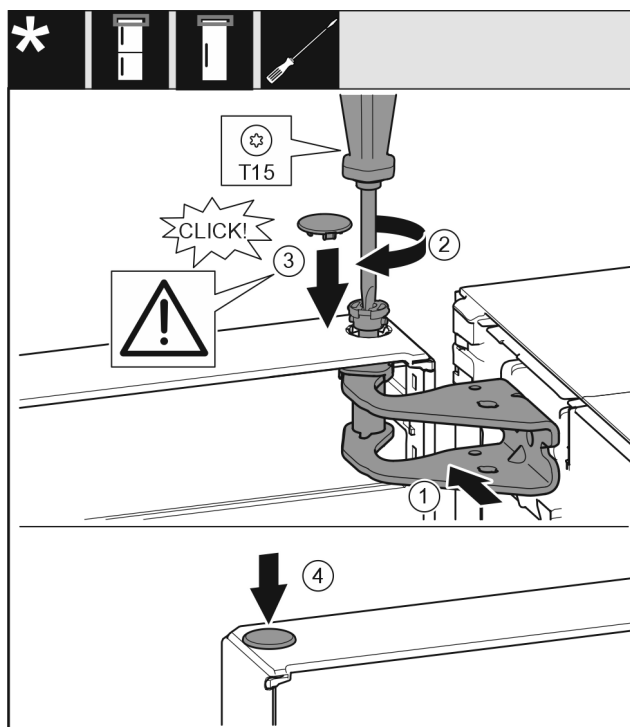

Fig. 21
- ▶ 将冰箱门的上方对准托架 Fig. 21 (1) 中的开口。
- ▶ 放入螺栓 Fig. 21 (2) 并用螺丝刀拧紧。
- ▶ 装入盖板 Fig. 21 (3)。
- ▶ 检查盖板 Fig. 21 (3) 是否紧贴在冰箱门上。
- ▶ 装入盖板 Fig. 21 (4)。